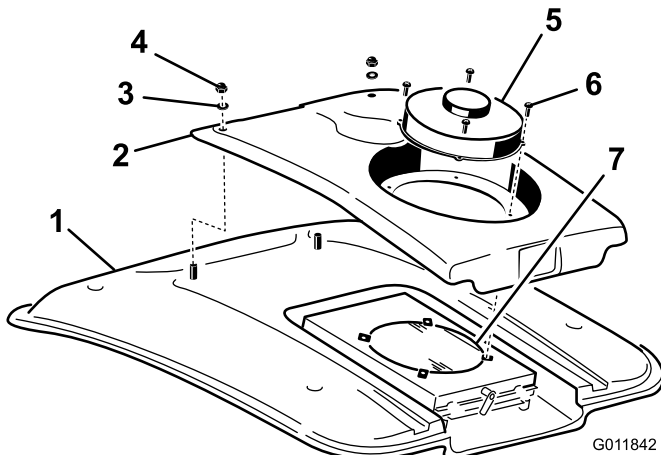

Bild 89
2. Entfernen Sie die (4) Schrauben, mit denen der Lüfter und die Kondensatorabdeckung an der Lüfterbefestigung befestigt ist (Bild 89).
4. Entfernen Sie die zwei Schrauben und Scheiben, mit denen die Vorderseite der Kondensatorabdeckung am Kabinendach befestigt ist (Bild 89).
8. Reinigen Sie den Klimaanlage-Kondensator gründlich mit Druckluft (Bild 89).